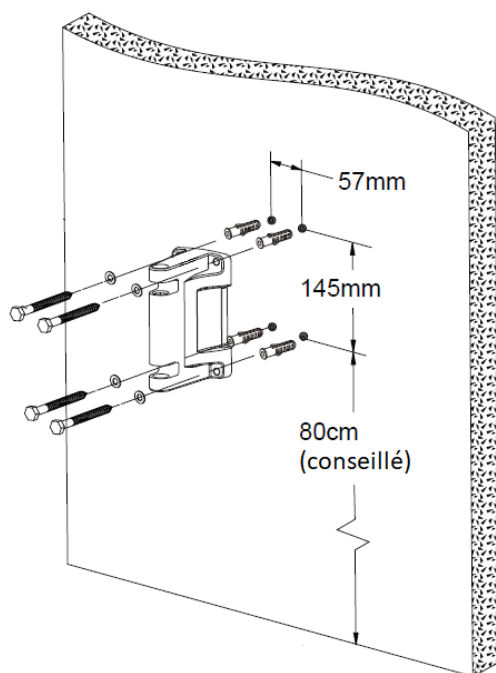

Fig. 4a
- Utilisez le support (5) comme gabarit pour marquer la position de perçage avec un marqueur. Il est recommandé que les trous inférieurs soient à 80 cm au-dessus du sol. (voir Fig.4a)